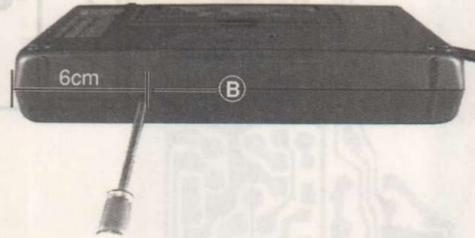

Fig.2
- 2 Rastnasen (B) (Fig.2,3) ausrasten (an den gekennzeichneten Stellen mit Schraubendreher senkrecht auf den Gehäuseboden drücken).
- Disengage 2 latches (B) (Fig.2,3). At the marked points press a screw driver vertically on the cabinet bottom.